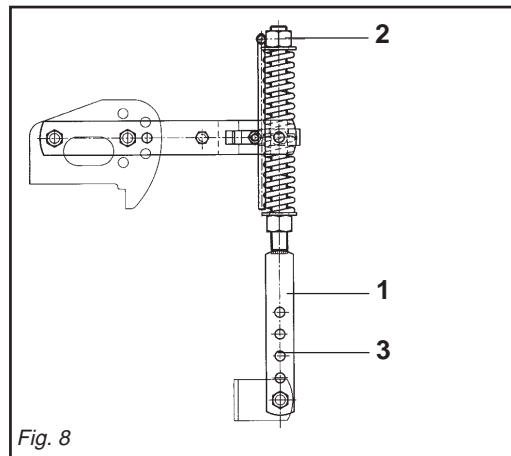

Fig. 8
- 6 - Il martinetto a molla (1 Fig. 8) oltre a sostenere la lamiera livellatrice ed ammortizzarla nel trasporto su strada, serve a evitare il ribaltamento della zappatrice durante il parcheggio. La regolazione del precarico sulla molla si effettua avvitando e svitando il dado superiore (2 Fig. 8), agendo con l'apposita leva. A seconda della posizione, determi-
- 6 - *Besides supporting the levelling plate and acting as a shock absorber for it during road transport, the spring ram (1 Fig. 8) prevents the steerage hoe from overturning when parking.*
To adjust the spring pre-loading, screw or unscrew the upper nut (2 Fig. 8) using the spring adjuster.
- 6 - Die Federwinde (1 Abb. 8) trägt nicht nur das Planierschild und dient beim Straßen-transport zur Dämpfung von Stößen, sondern sie soll auch verhindern, daß die Hackfräse während des Parkens umkippt. Um die Feder zu verstellen, verschrauben oder aufschrauben Sie die obere Mutter mit dem Spindel.
- 6 - *Le vérin à ressort (1 Fig. 8) sert de soutien à la tôle de nivellement et de suspension pendant le transport sur route, pour éviter le basculement du cultivateur lors du stationnement.*
- 6 - El gato de resorte (1 Fig. 8), además de sostener la chapa de nivelación y protegerla durante el transporte en carretera, sirve para evitar el vuelco de la binadora durante el estacionamiento. Por regular la presión sobre el resorte, atornillar o destornillar la tuerca superior con el gato. De acuerdo a la posición, determina-
nata del bullone (2 Fig. 8) sui vari fori posti nel martinetto (3 Fig. 8) si riesce ad aumentare o diminuire l'effetto della lamiera livellante sul terreno.
depending on the position, established by of the nut (2 Fig. 8) in the various holes in the ram (3 Fig. 8).
Je nach der Position, die durch der Mutter (2 Abb. 8) in den verschiedenen Löchern des Windenrohres (3 Abb. 8) festgelegt wird, kann die Wirkung des Planierschilds auf den Boden erhöht oder verringert werden.
en changeant la position du boulon (2 Fig. 8) dans les différents trous du vérin (3 Fig. 8).
da de la turca (2 Fig. 8) en los diversos orificios del gato (3 Fig. 8) se logra aumentar o disminuir el efecto de la chapa de nivelación sobre el terreno.